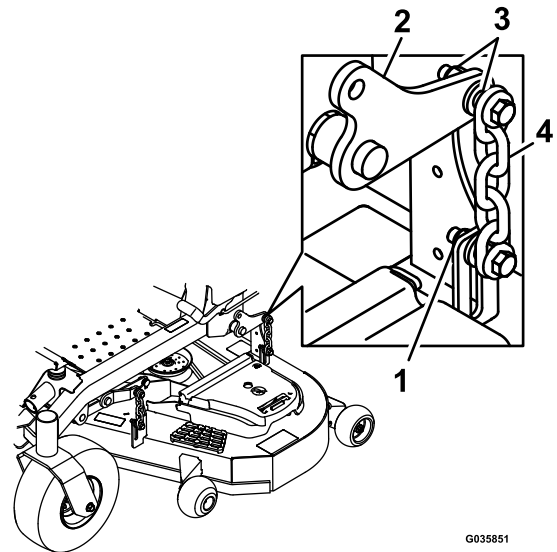

Figura 86
14. Afloje las contratuercas (Figura 86) en las cuatro esquinas y asegúrese de que la carcasa de corte quede bien asentada sobre los cuatro bloques.